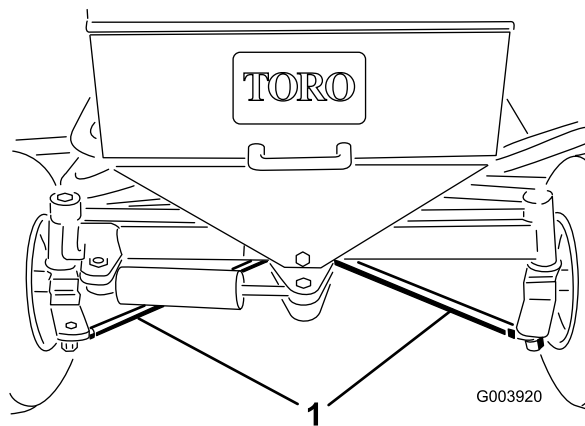

Figura 65
2. Liberte as porcas de aperto que se encontram em cada uma das rótulas de direcção (Figura 65).